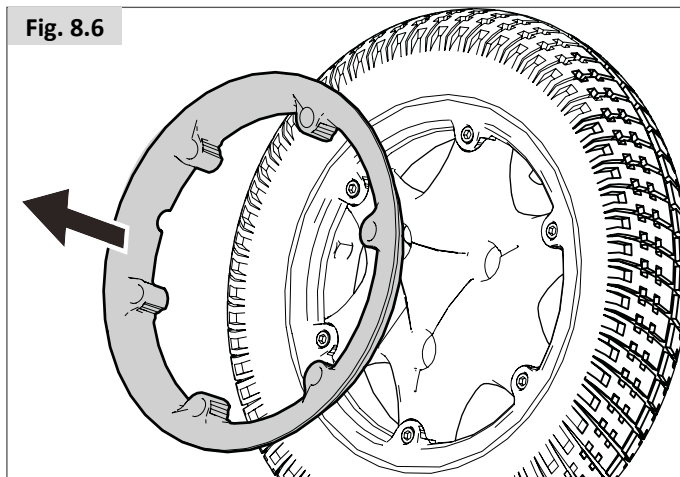

Fig. 8.2
- Per allentare i 3 bulloni a testa cava utilizzare una chiave dinamometrica da 16 mm (Fig. 8.2).